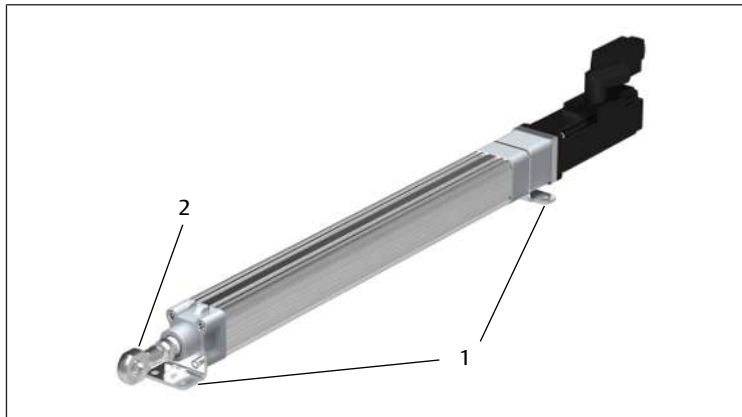

图 9: 拧紧万向接头和安装附件
5. 将万向接头 (2) 和安装附件 (1) 拧紧在机器或设备上。参见 → 图 9。